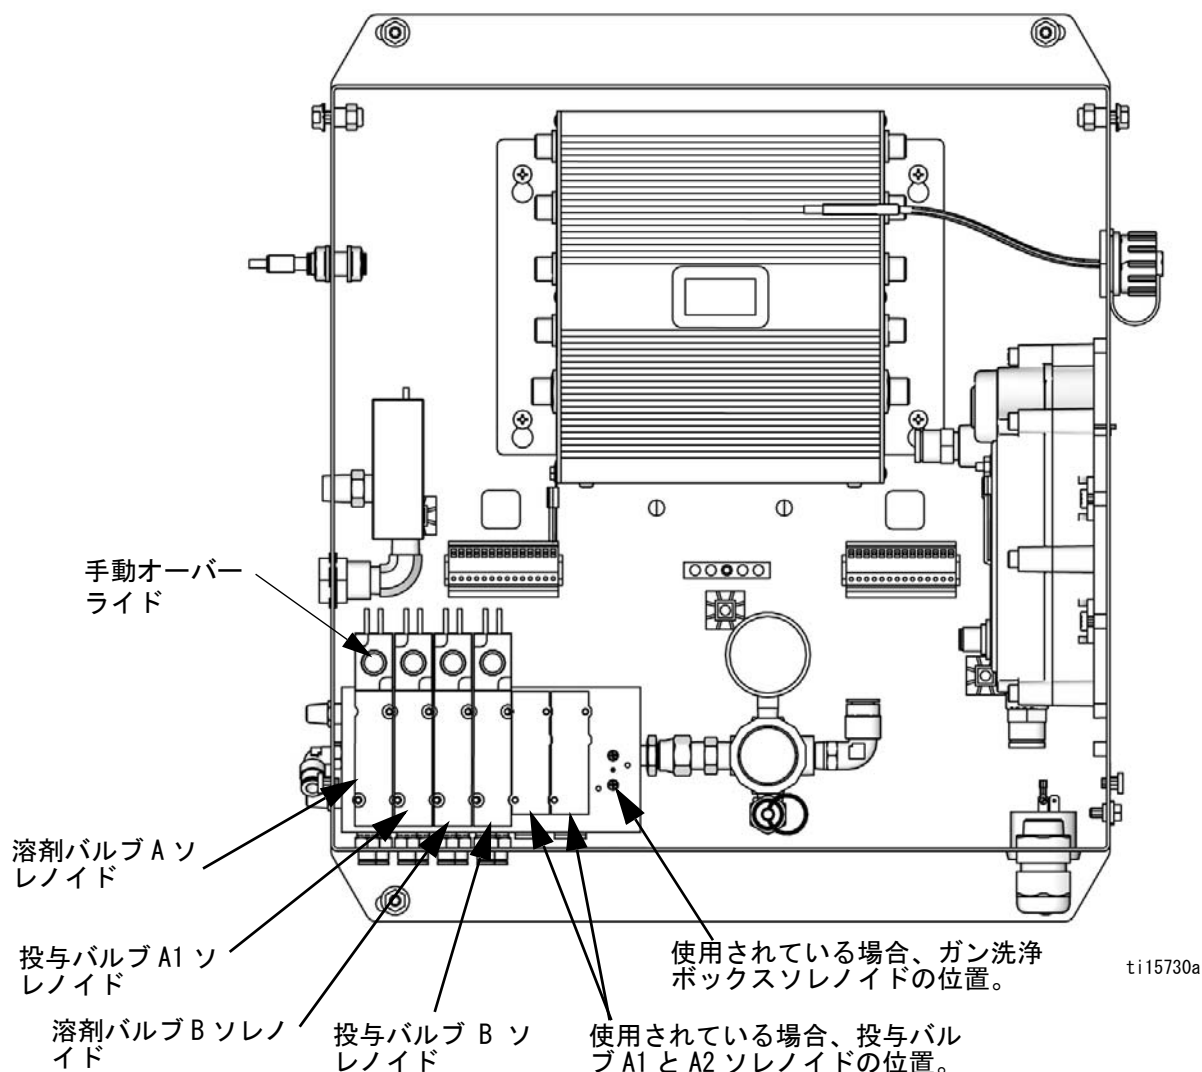

図 22. コントロールボックスのソレノイドバルブ
4. ガンの引き金を引いた状態で、A1（A2, A3）と B 投与バルブソレノイドの手动オーバーライドボタンを押して、圧力を開放します。図 22 を参照してください。
7. ガンの引き金を引いた状態で、A と B 溶剤バルブソレノイドの手动オーバーライドボタンを押して、溶剤の圧力を開放します。図 22 を参照してください。溶剤の圧力が 0 に下げられていることを確認してください。